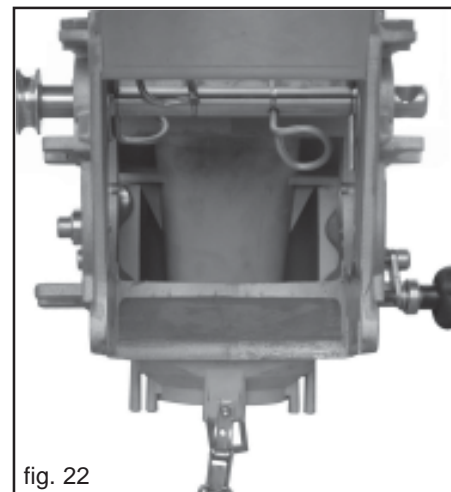

fig. 22
- 1) Dosificador con puerta de siembra y rueda de siembra desmontadas (Fig. 22).